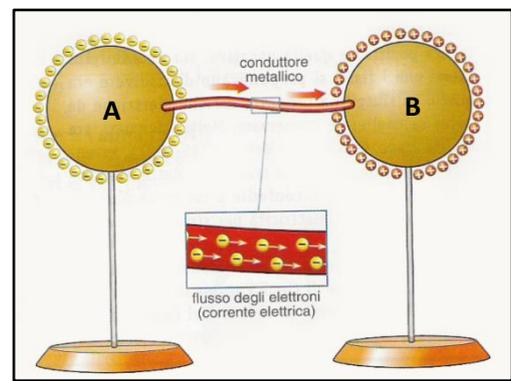

Figura 5
Immaginiamo avere a che fare con una sfera carica negativamente (A), che possiede quindi molti elettroni in più rispetto ai protoni, con una sfera carica positivamente (B), che, al contrario della prima, possiede più protoni che elettroni. Se colleghiamo le due sfere con un conduttore, ad esempio un filo di metallo, gli elettroni si sposteranno dal corpo A al corpo B (figura 5).
Collegiamo ora il filo di rame con una pila e con un apparecchio utilizzatore, ad esempio una lampadina: in altre parole, adesso il filo è inserito in un circuito elettrico. In queste condizioni, l'elettrone libero si muove a zig zag verso il morsetto positivo della pila, dal quale viene attratto. Dentro la pila c'è, infatti, uno squilibrio di cariche, con gli elettroni accumulati presso il morsetto negativo (-) e le cariche positive accumulate presso il morsetto positivo (+). Miliardi di elettroni liberi, come quelli del disegno in figura 5, si muovono verso il morsetto positivo da cui sono attratti. Il filamento della lampadina è attraversato da questo flusso continuo di elettroni, accendendola.